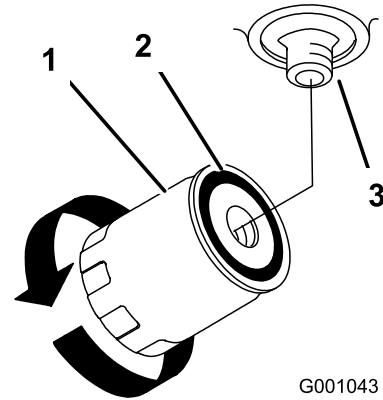

Figura 71
7. Gire el filtro en sentido horario hasta que la junta de goma entre en contacto con el adaptador del filtro, y apriete el filtro media vuelta más (Figura 71).
4. Retire el filtro usado y limpie con un paño la superficie de la junta del adaptador del filtro (Figura 71).